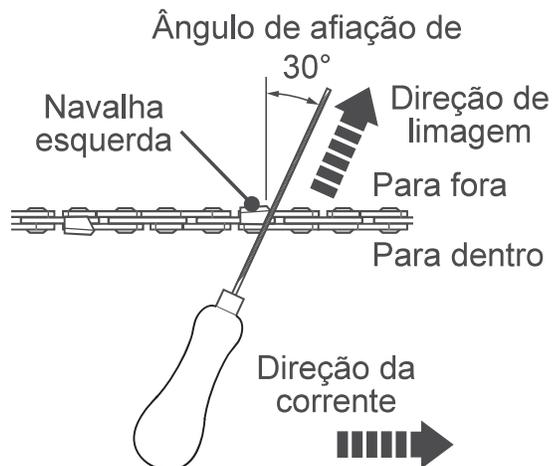

Fig. 50
5. Lime num ângulo perpendicular à guia e num ângulo de 30° em relação à direção de deslocamento (Fig. 50).